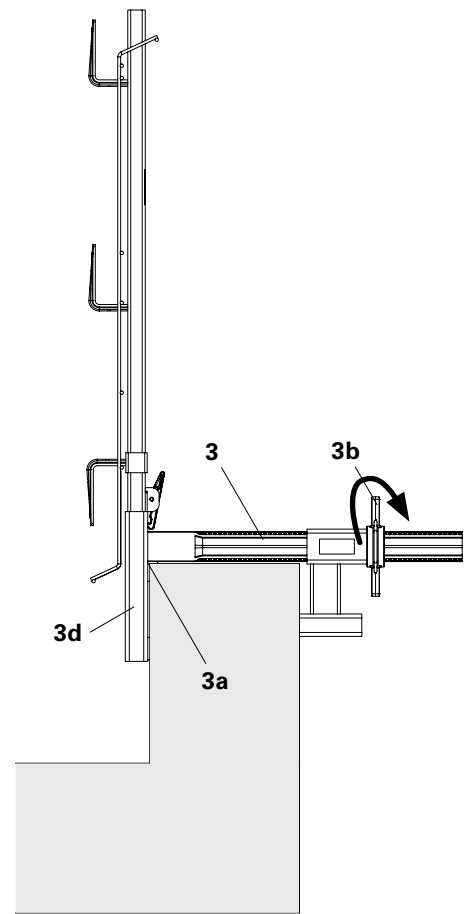

Abb. A2.07
- Brüstung: Rechteckrohr (**3d**), (Abb. A2.07)